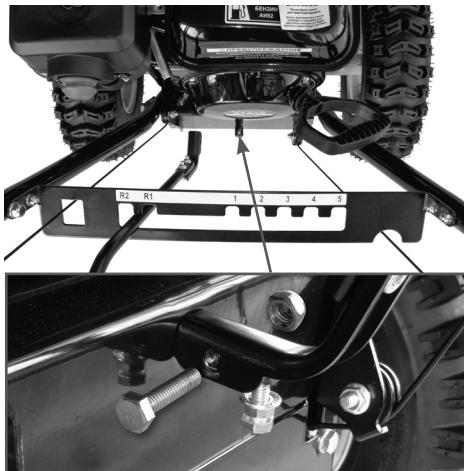

Рис. 16 Установка рычага переключения передач
- проденьте рычаг 1 переключения передач через прорезь в пластине 3 на рабочей рукоятке, установите его на вал 2 и закрепите, как показано на Рис. 16;